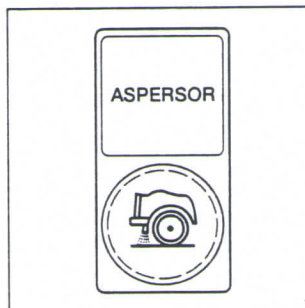

Fig. 46/1 Botão Aspersores
- Acione o botão *Aspersores* (Fig. 46/1).